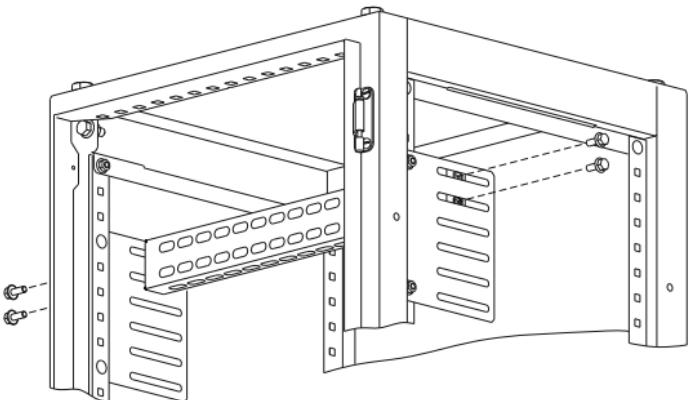

Рисунок 9
7.3.1 Установите лонжерон между двумя предварительно смонтированными пластины установочными и закрепите болтами M6×16 (рисунок 9). Момент затяжки 5 Н·м.